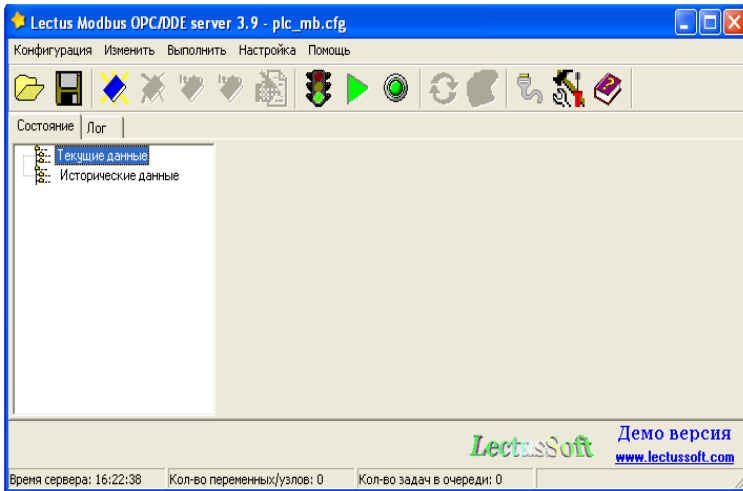

Рисунок 2.3 – Стартове вікно програми налаштування *OPC*-сервера *Lectus*
1) Видаліть раніше встановлені вузли, запам'ятайте за допомогою команди *Сохранить как* в меню *Конфигурация* конфігураційний файл з новим ім'ям. Таким чином буде створено новий проект, вікно з яким зображено на рис. 2.3.